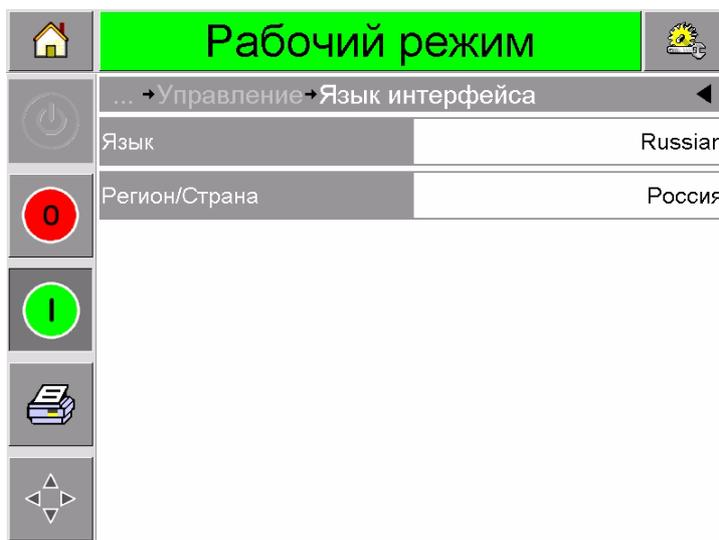

Рис. 3-11: Язык и регион
- 4 Нажмите и выберите Internationalization («Локализация») в списке. Текущие язык и регион отображаются, как показано на Рис. 3-11.